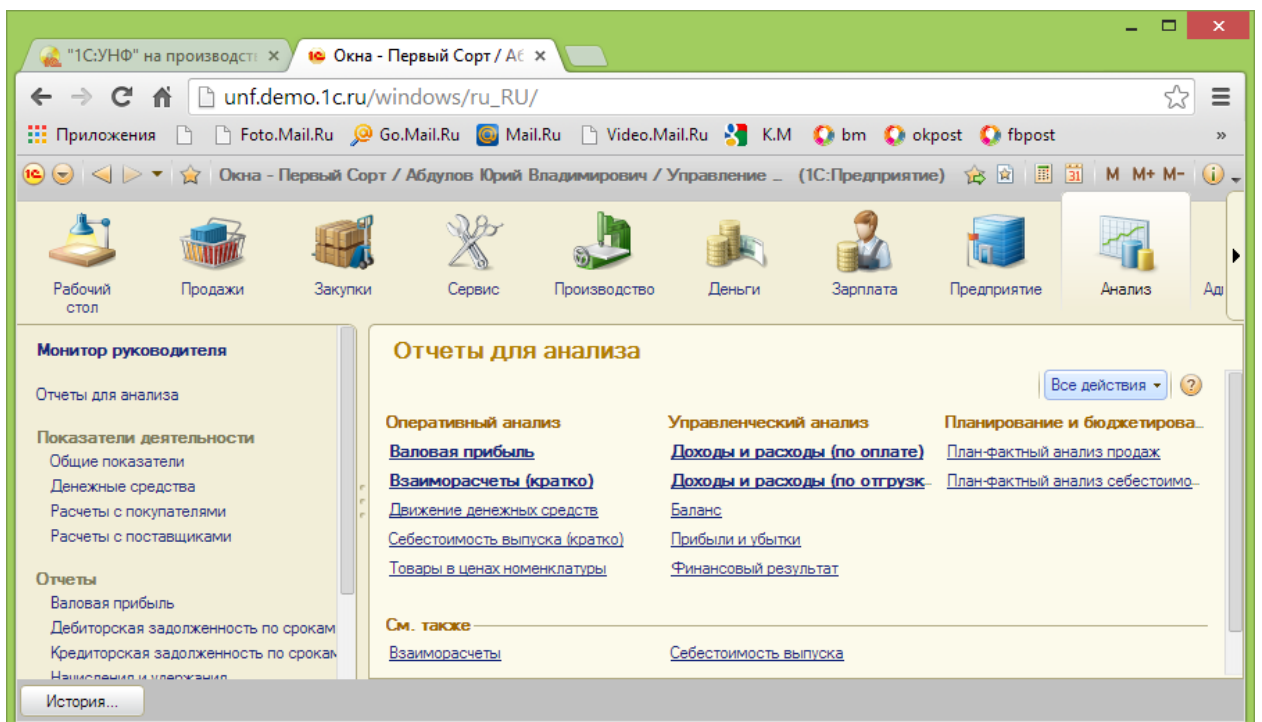

Рисунок 147 Подсистема Анализ
13. На вкладке подсистемы «Анализ» изучите представлены в системе отчеты (рис. 147).